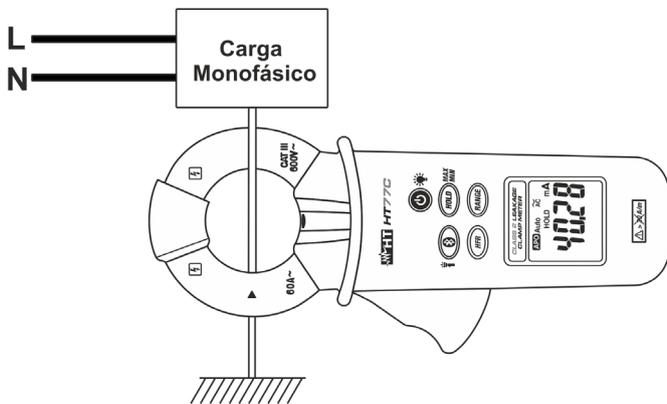
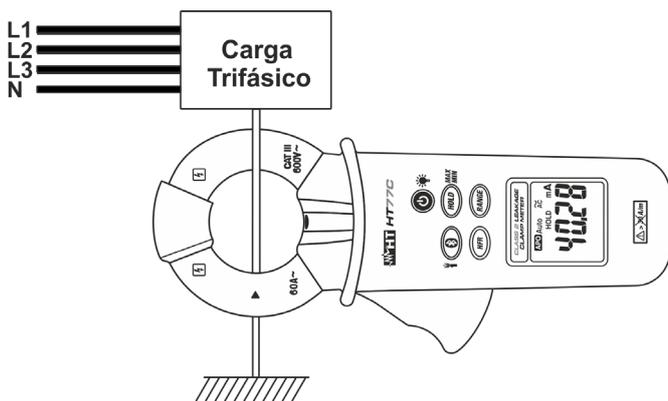

Fig. 4: Medidas de dispersión con el método directo en carga monofásico
Fig. 6: Medidas de dispersión con el método directo en carga trifásico
2. Abra el maxilar y conecte la pinza como se muestra en Fig. 4 o Fig. 6. El valor de la corriente dispersa se mostrará en el visualizador